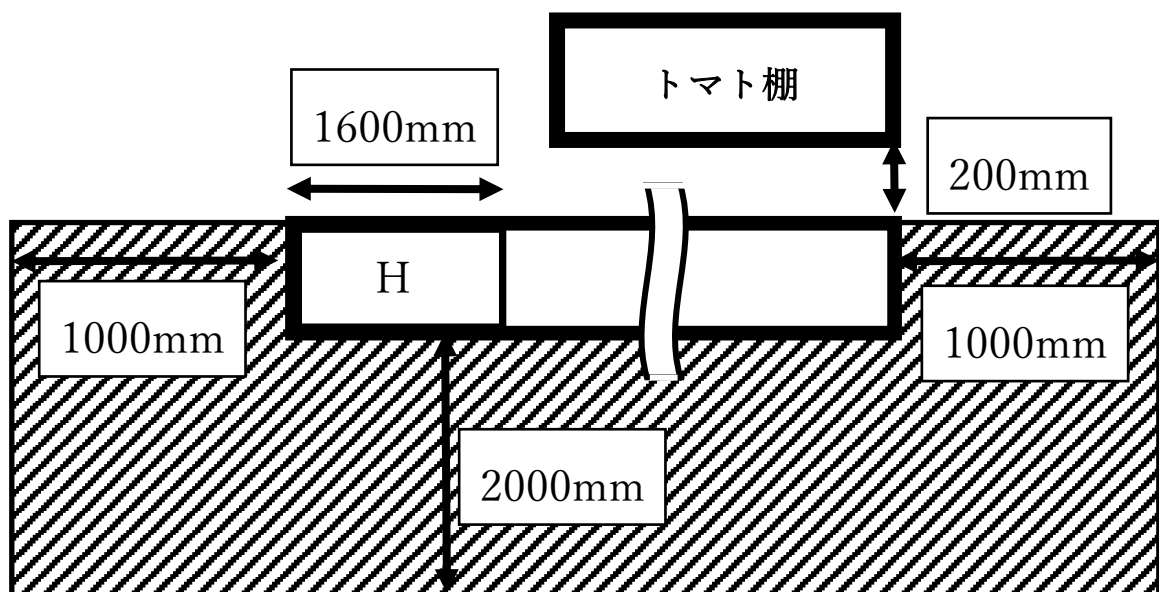

Fig.3 レールスタイルの競技エリアの範囲
- ・ロボットのスタート位置は Figs.3,4 の ホームポジション H です。